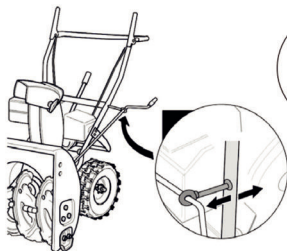

Рис. 6
### 6.5. Установка рукоятки поворота желоба (Рис. 6, 7)
1. Установите анкерный болт в отверстие на рукоятке управления (Рис. 6).